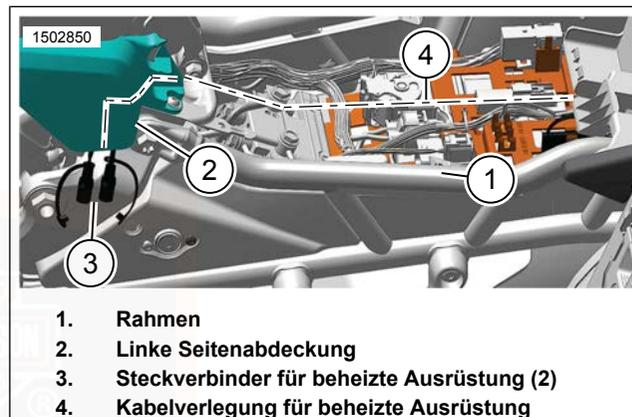

Abbildung 41. Verlegung des Steckverbinders für beheizte Ausrüstung
3. Siehe Abbildung 41. Den Kabelbaum für beheizte Ausrüstung zur linken Seitenabdeckung (2) hin verlegen (4).
4. Den Kabelbaum hinter der linken Seitenabdeckung (2) an der Rückseite nach unten führen.